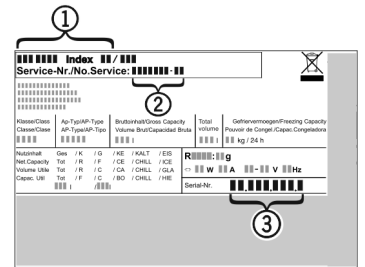

Fig. 35
- ▶ Διαβάστε την περιγραφή συσκευής Fig. 35 (1), τον Αρ. σέρβις Fig. 35 (2) και τον Αρ. σειράς Fig. 35 (3) από την πινακίδα στοιχείων. Η πινακίδα στοιχείων βρίσκεται στην αριστερή εσωτερική πλευρά της συσκευής.
- ▶ Ενημερώστε το τμήμα εξυπηρέτησης πελατών και αναφέρετε τη βλάβη, την περιγραφή της συσκευής Fig. 35 (1), τον Αρ. σέρβις Fig. 35 (2) και τον Αρ. σειράς Fig. 35 (3).